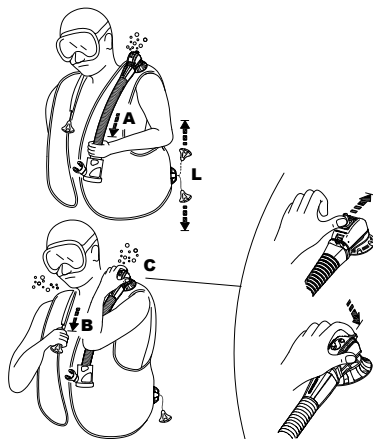

fig. 7
- a) tirando leggermente sull'assieme tubo corrugato (fig. 7 - A).
- b) spingendo di lato il pulsante che sporge fuori dalla cassa della valvola (fig. 7 - C)
- Il gruppo di scarico manuale (monocomando) presenta infatti un pulsante di scarico supplementare (brevettato) sul gomito corrugato che quando viene azionato (fig. 7-C) scarica il sacco, ad es. in caso di difetto dello stesso monocomando (cavetto interno, pernetti di fissaggio rotti, ecc.) o mentre si respira con l'AIR 2.
Valvola di scarico manuale sulla spalla (fig. 7-B)
La valvola sulla spalla destra, si aziona tirando leggermente il pomolo, collegato ad essa da un cordino (fig. 7 - B). Per attivare la valvola di scarico manuale, posizionarsi in modo che la valvola sia in posizione superiore rispetto al jacket.
Attivare la valvola di scarico fino a quando si è raggiunto il valore di galleggiabilità desiderato. Per chiudere la valvola smettere di tirare il pomolo (fig. 7-B)
Valvola di scarico manuale inferiore (fig. 7-L)
Questa valvola, che ha doppia funzione, è collocata dietro e in basso sul jacket: serve per scaricare aria quando il subacqueo è in posizione orizzontale o a testa in giù, tirando il pomolo collegato ad essa con un cordino. (fig. 7-L)
I dispositivi di scarico con la massima portata di scarico del gas, sono la valvola sulla spalla (fig. 7-B) e la valvola inferiore (fig. 7-L).